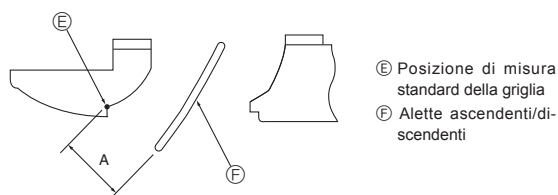

Fig. 8-10
- 3 Per regolare la direzione del flusso d'aria, spostare lentamente le alette ascendenti/di-scendenti entro la gamma specificata. (Fig.8-10)